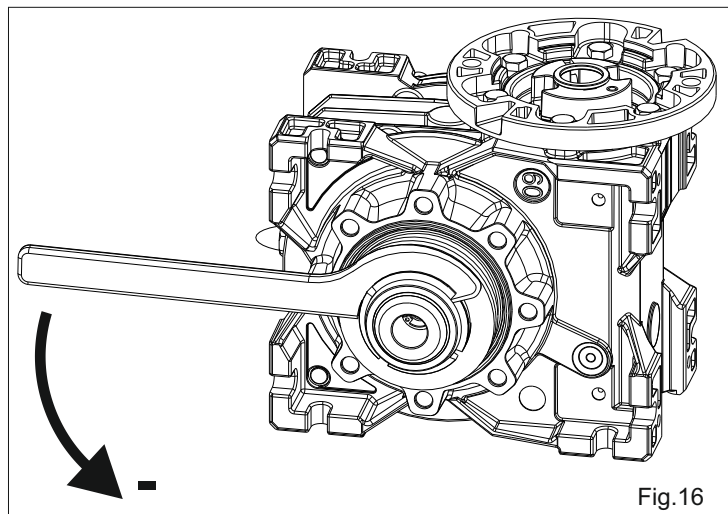

Fig.16
- Para **disminuir** la cupla girar la llave en sentido anti-horario, Fig.16.